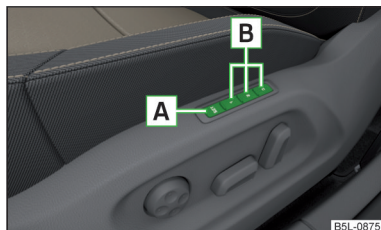

Fig. 57
Debajo de las teclas de memoria **B** en el asiento del conductor se puede guardar un ajuste de la posición del retrovisor externo y del asiento del conductor » **fig. 57.**
- Mantener pulsada la tecla **SET A** » **fig. 57** y presionar dentro de 10 segundos al mismo tiempo la tecla de memoria **B** deseada. El almacenamiento es confirmado por una señal acústica.
- Conectar el encendido y pulsar la tecla de memoria deseada **B** » **fig. 57.**
- Mantener pulsada la tecla de memoria **B** » **fig. 57.**
- Mantenga pulsada una tecla cualquiera de la memoria **B** » **fig. 57 de la pág. 71.**
- Mantener presionada la tecla **SET** **A** » **fig. 57 de la pág. 71.** Pulse simultáneamente la tecla **⏮** en la llave con mando a distancia al cabo de 10 segundos. La desactivación es confirmada por una señal acústica.